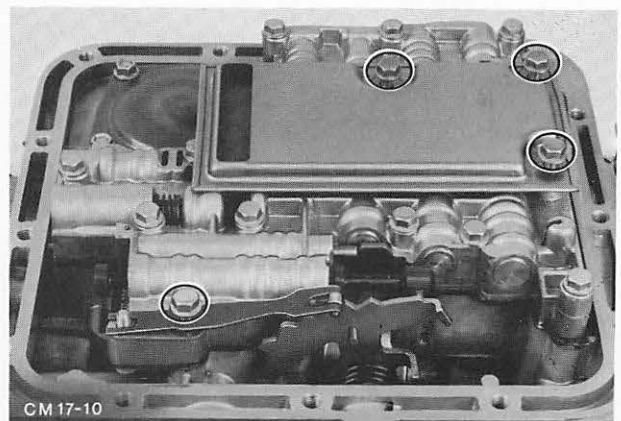

Abb. 45 Schrauben, Ölsieb und Spannfeder – Schaltarretierung
3. Getriebe um 180° schwenken und Ölsieb (3 Schrauben) entfernen. Abb. 45. Dichtung abnehmen.
4. Spannfeder – Schaltarretierung (1 Schraube) abschrauben. Abb. 45.